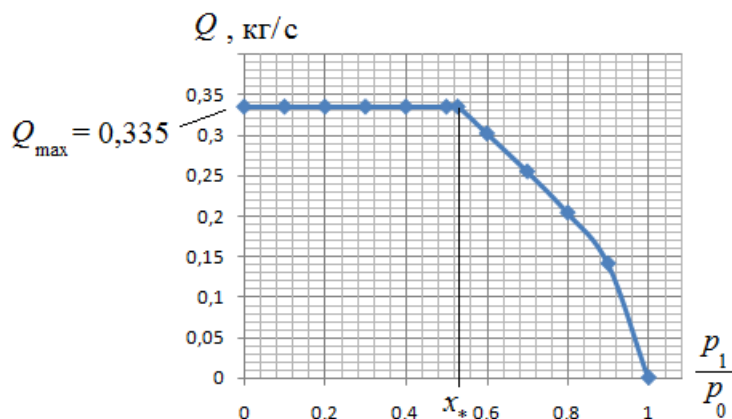

Рис. 2
По формуле (1) строим график зависимости $Q = f(p_1/p_0)$ (рис. 2).
На рис. 2 величина $x_* = \left(\frac{2}{k-1}\right)^{\frac{k}{k-1}} = 0,528$ соответствует критической скорости истечения и, следовательно, максимальному расходу $Q_{max} = 0,335$ кг/с.